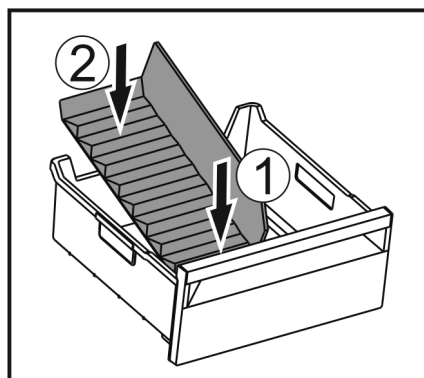

Fig. 214
- Inserire la parte anteriore del divisore dello scomparto del ghiaccio. Fig. 214 (1)
- Abbassare la parte posteriore del divisore dello scomparto del ghiaccio fino al fondo del cassetto. Fig. 214 (2)